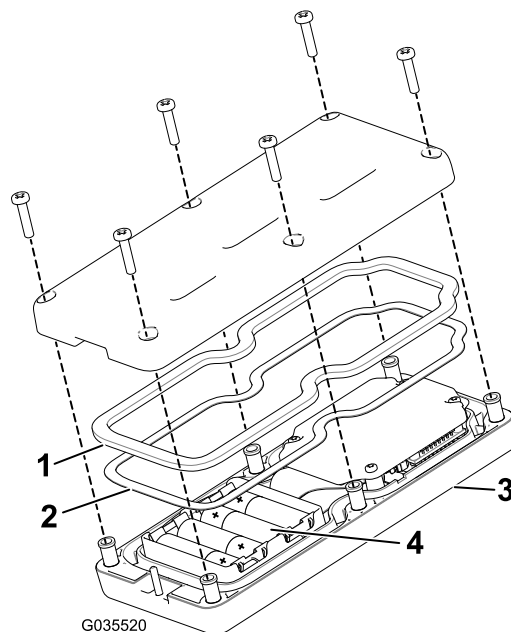

Figura 31
3. Togliete le 6 viti dalla parte posteriore del telecomando e togliete il coperchio (Figura 31).
5. Inserite ogni batteria nuova in un portabatteria rispettando la polarità. (Se le batterie sono inserite in modo scorretto, il dispositivo non riporta danni, ma non funziona.) Nel portabatteria sono marcati in rilievo i simboli della polarità di ogni terminazione (Figura 31).
6. Se avete rimosso accidentalmente la tenuta di gomma e la guarnizione in acciaio, riposizionatele accuratamente nel canale del telecomando (Figura 31).
7. Riposizionate il coperchio e fissatelo con le 6 viti precedentemente rimosse (Figura 31) e serratele a una coppia di 1,5-1,7 N m.